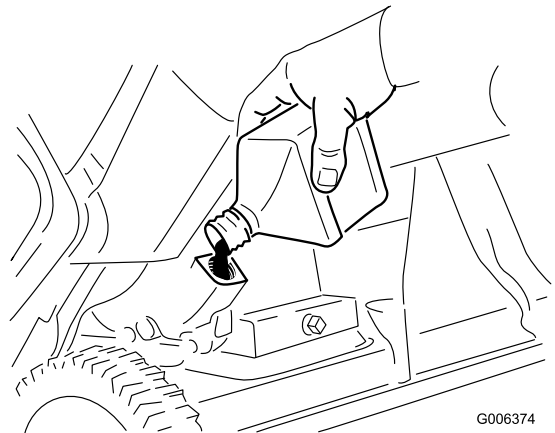

Figura32
8. În timp ce mașina este în poziție de operare, **turnați** cu atenție uleiul în orificiul de umplere cu ulei. Așteptați trei minute, apoi adăugați ulei până la punctul de preaplin (Figura32).